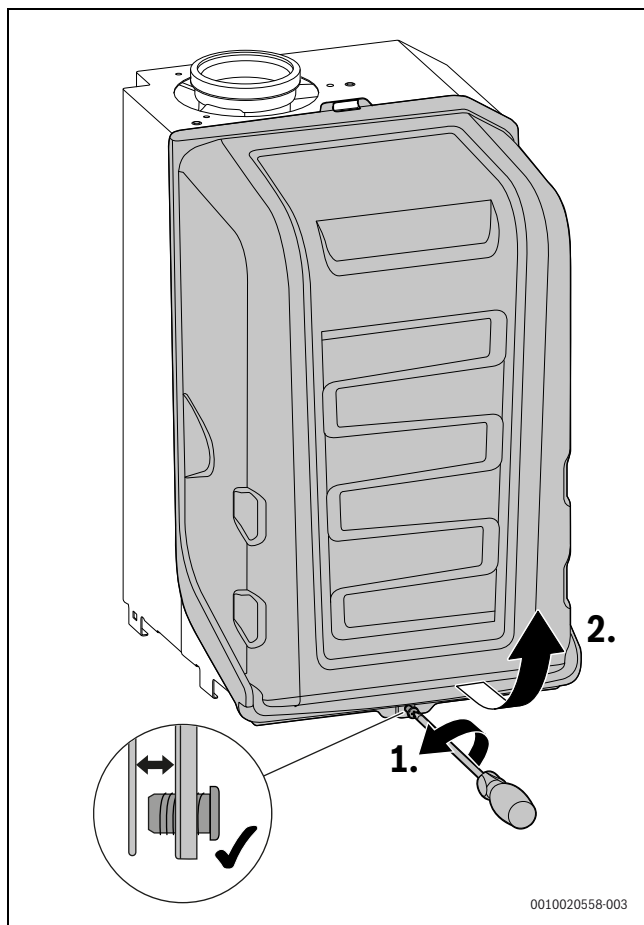

Fig. 123 Rimozione della cuffia del bruciatore
- ▶ Rimuovere la cuffia del bruciatore (→ fig. 123, pagina 69).